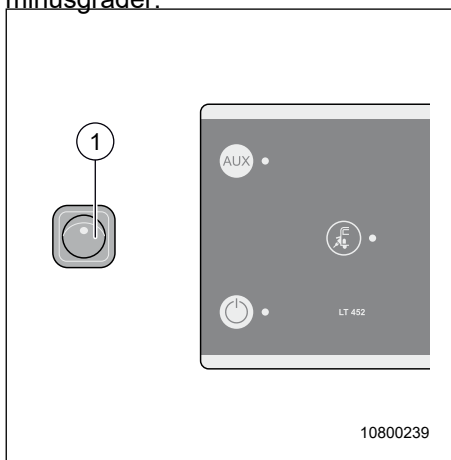

Fig. 63 Omkopplare
Tankuppvärmningen slås till och från med en strömbrytare (Fig. 63, pos. 1) intill manöverpanelen.